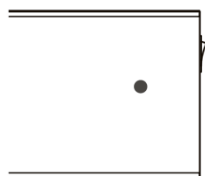

Imagen 9
3. Pulse el botón “standby” en el control remoto, el dispositivo emitirá un pitido y volverá al modo de reposo, comenzará a parpadear la luz de reposo, siehe Imagen 9.